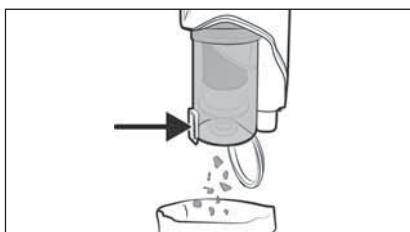

Fig. 16
- Tøm støvbeholderen ⑥, og rengør filteret af rustfrit stål ⑤ og HEPA-filteret ④, så snart støvbeholderens ⑥ niveau har nået MAX-markeringen.
- Hold støvbeholderen ⑥ over en affaldsspand, og tryk på oplåsningsknappen til støvbeholderdækslet ⑦. Støvbeholderdækslet ⑧ åbner sig, og indholdet falder ned i spanden (se fig. 16). Luk derefter smudsbeholderdækslet ⑧.